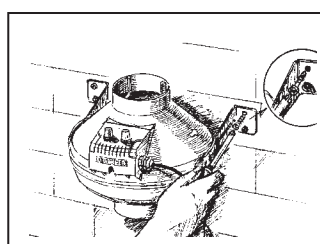

Рис. 12
5. Зафиксируйте вентилятор при помощи шурупов (рис.12).